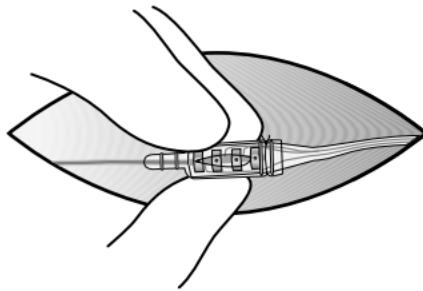

Figura 16. Blocco connettore a viti di arresto tenuto saldamente tra il pollice e due dita.
5. Tenere saldamente il blocco connettore in corrispondenza di ciascuna vite di arresto tra il pollice e due dita per evitare un'eventuale rotazione mentre si allentano le viti (Figura 16).